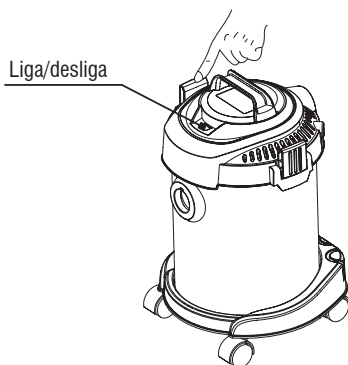

Fig. 15 – Ligar/desligar o aspirador de pó
2. Pressione a chave liga/desliga para acionar o aspirador de pó, conforme mostra a Fig. 15. Para desligar, basta pressionar novamente o botão;